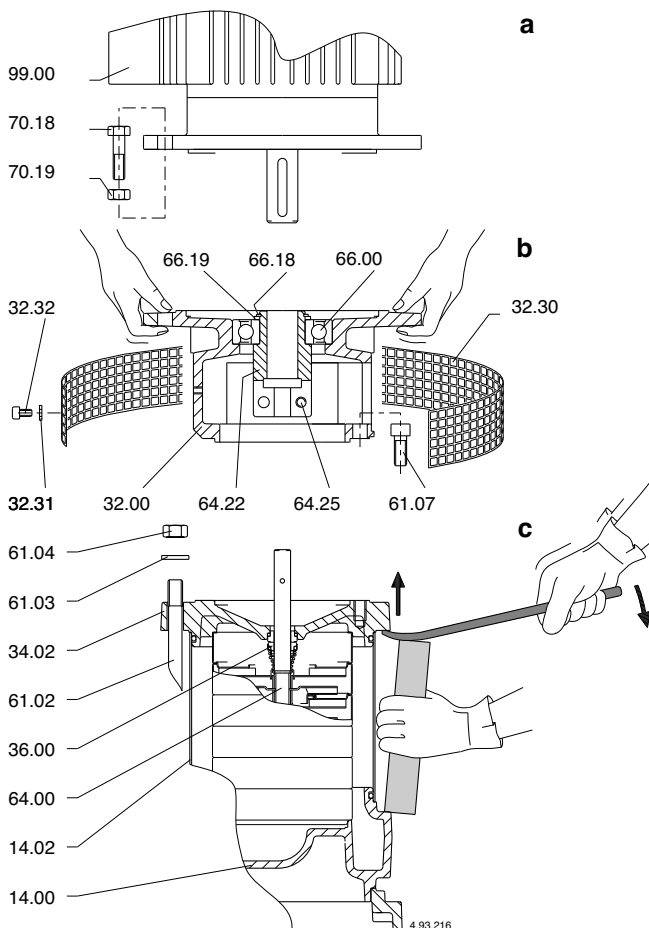

Fig. 4a Estrazione motore
4. Scollegare il cavo dalla scatola morsetti, togliere le viti (70.18) con i dadi (70.19) ed estrarre il motore dal giunto (64.22) (fig. 4a).